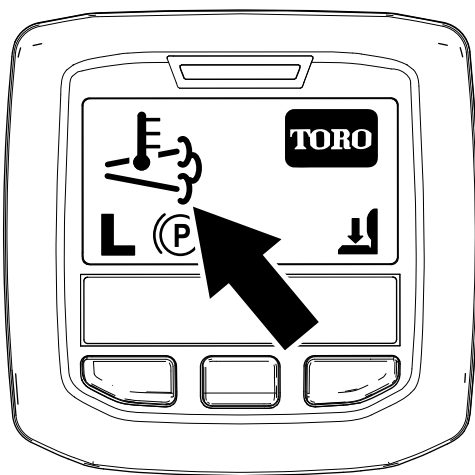

Figura 33
- Pictograma pentru temperatură ridicată de evacuare  este afiată pe InfoCenter (Figura 33).